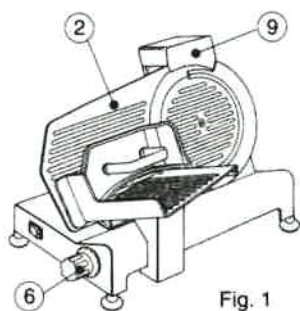
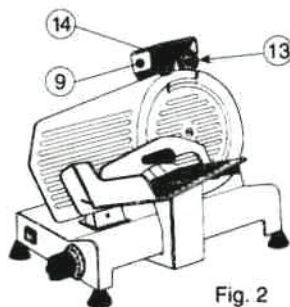

Fig. 1
Fig. 2
- Расположите оборудование как показано на рис.1 (для мод.22-25-275-G/A)
- Установите подвижную головку корпуса на максимальное расстояние от лезвия при помощи градуированной ручки (6)
- Установите группу заточки на подвижную головку корпуса, как показано на рис.2, заблокировав ее при помощи ручки